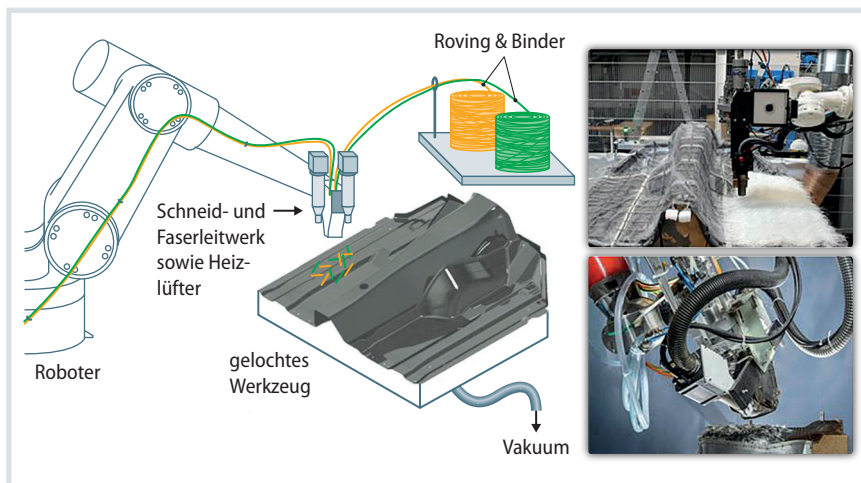

Bild 2. Beim 3D-Faserspritzen erfolgt die endkonturnahe Preformherstellung direkt vom Roving
- Reduktion des Verschnitts: Ermöglicht durch das 3D-Faserspritzen von Langglasfasern unter Einsatz von Rovings anstatt Rollen; keine halbzeugbasierte Preform-Herstellung nötig (Bild 2)